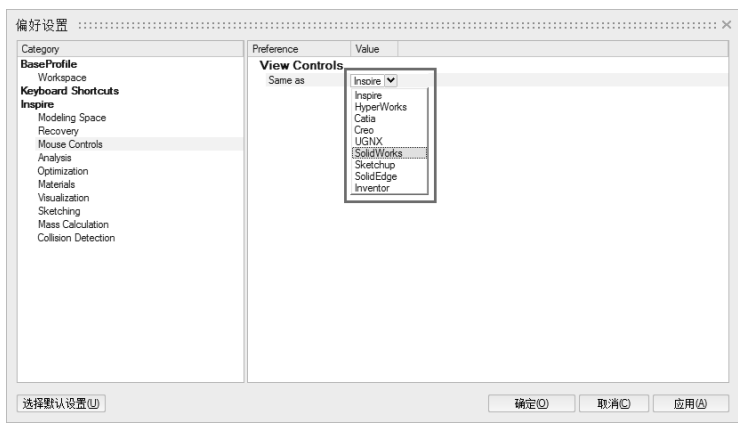

图 1-4
2) 修改设置：选择 Mouse Controls→Same as 选项，如图 1-4 所示。